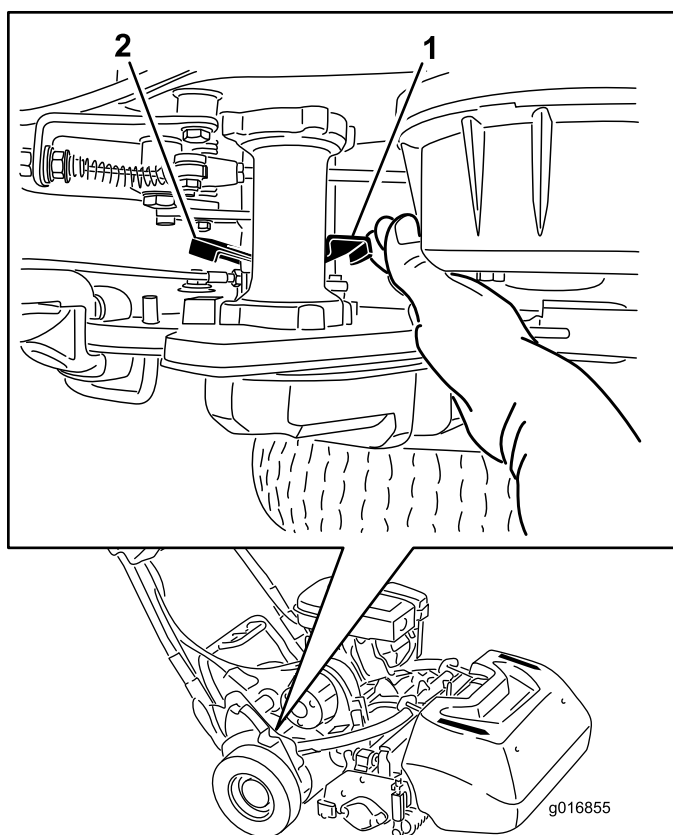

Figura 29
1. No canto posterior direito da máquina, localize a alavanca de engate/desengate da tração ao lado do tambor da transmissão (Figura 29).